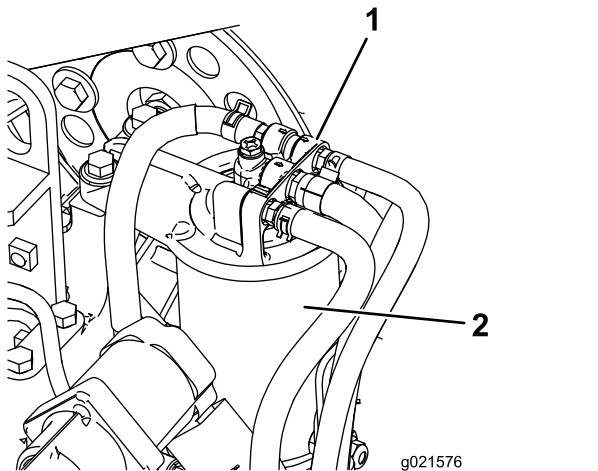

Figure 77
1. Nettoyez la surface autour de la tête du filtre à carburant (Figure 77).
2. Déposez le filtre et nettoyez la surface de montage de la tête du filtre (Figure 77).